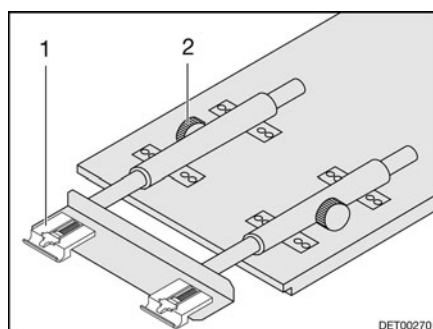

Fig. 74 Agrandir la table suspendue
- Desserrer les vis moletées (Fig. 74,2).
- Soulever légèrement le plateau de table à l'avant et l'extraire jusqu'à la butée. La rallonge de table (Fig. 74,1) est complètement sortie.
- Soulever légèrement le plateau de table à l'avant et le repousser jusqu'à la butée. La rallonge de table (Fig. 74,1) est complètement rentrée.